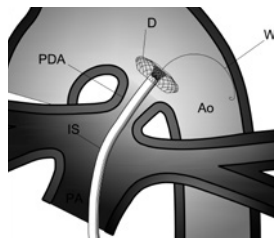

Fig. 15
- Verifique la posición de la vaina de implantación (IS) y del implante mediante fluoroscopia.
- Empuje lentamente el pusher (P) para desplegar el disco distal en la aorta (Fig. 15).